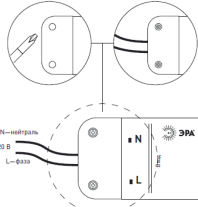

Рис.2. Схема альтернативного подключения источника питания светодиодной панели к сети 220В.
- либо ко входу источника питания (к соответствующему разъему), см. рис.2.